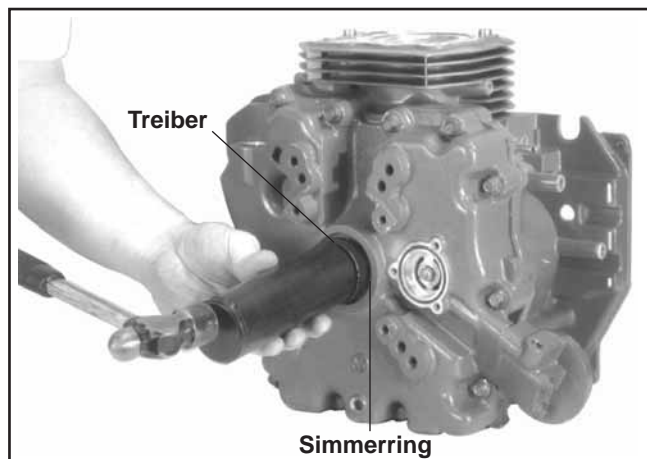

Abbildung 11-23. Simmerringeinbau.
2. Verwenden Sie einen Simmerringtreiber, um die Simmerringe am Zapfwellenende und am Schwungradende einzubauen. Siehe Abbildung 11-23.